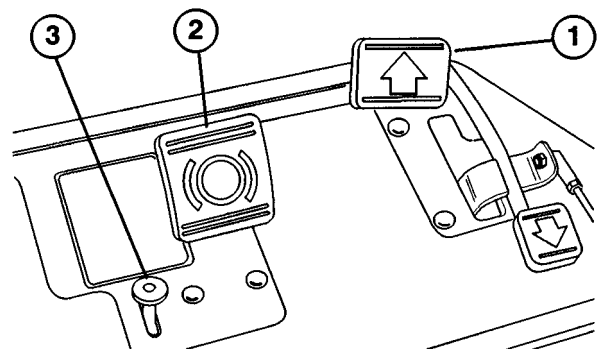
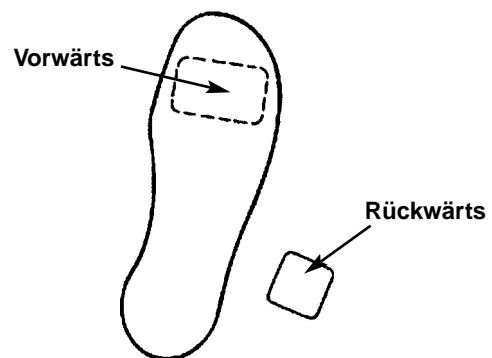

Bild 8
Bild 9
**Fahrpedal** (Bild 8)—Das Fahrpedal hat drei Funktionen: 1) Vorwärtsfahrt der Maschine, 2) Rückwärtsfahrt der Maschine und 3) die Maschine zum Stillstand bringen. Die Oberseite des Pedals drücken, um die Maschine vorwärts zu fahren, die Unterseite, um rückwärts zu fahren oder das Abbremsen der Maschine bei der Vorwärtsfahrt zu unterstützen. Das Pedal weiterhin auf Neutral zurückgehen lassen, um die Maschine zu stoppen. Die Ferse nie auf Rückwärts ausruhen, wenn vorwärts gefahren wird (Bild 9).
**Bremspedal** (Bild 8)—Das Bremspedal aktiviert je eine mechanische Trommelbremse im Autostil, die sich an den Antriebsrädern befinden.
**Feststellbremsfußtaste** (Bild 8)—Drücken des Bremspedals zum Aktivieren der Bremsgruppe und anschließendes Drücken der kleinen dargestellten Fußtaste hält die Bremsen zum Parken im aktivierten Zustand. Die Feststellbremse wird durch Drücken des Bremspedals wieder gelöst. Gewöhnen Sie sich daran, die Feststellbremse vor Verlassen der Maschine zu sperren.